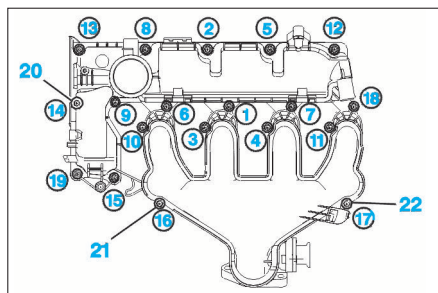

FIG. 70
- reposer le répartiteur d'air/couvre culasse. Monter et serrer à la main les 19 vis de fixation. Respecter les dimensions : vis (20) (longueur de 55 mm) et vis (21 - 22) (longueur de 70 mm) (Fig.70). Serrer les vis (de 1 à 19) à 0,5 daN.m puis 0,9 daN.m.